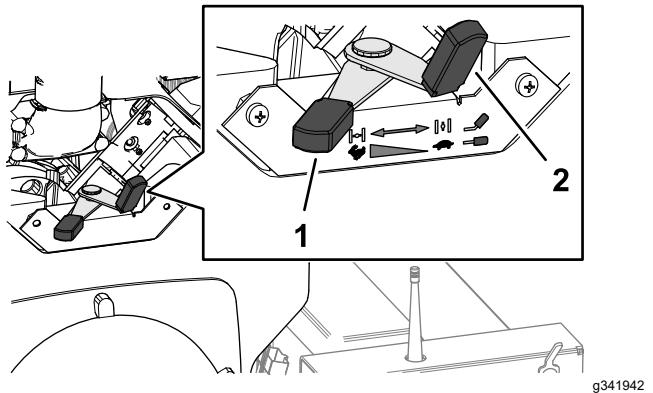

Figura 15
3. Mueva la palanca del acelerador (Figura 15) a un punto intermedio entre las posiciones de lento y rápido.
2. Si el motor está frío, mueva la palanca del estárter a la posición (Figura 15) a la posición de ENCENDIDO.